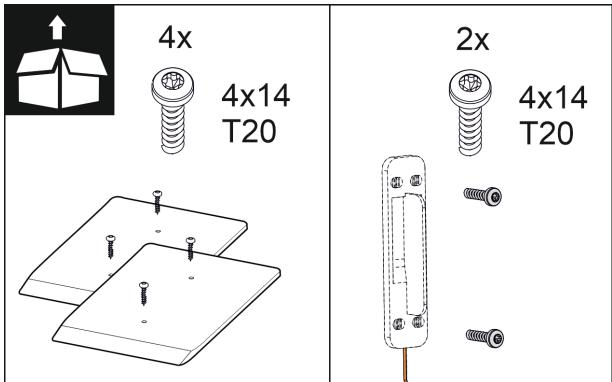

Fig. 16
2. Zkontrolujte montážní díly v příslušenství. Fig. 10 () až Fig. 16 ()